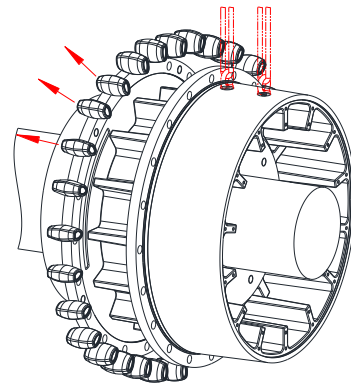

Bild 28
- Entfernen Sie nun die restlichen Einzelelastomere, in dem Sie sie Radial aus den Zwischenräumen entnehmen (siehe Bild 28).